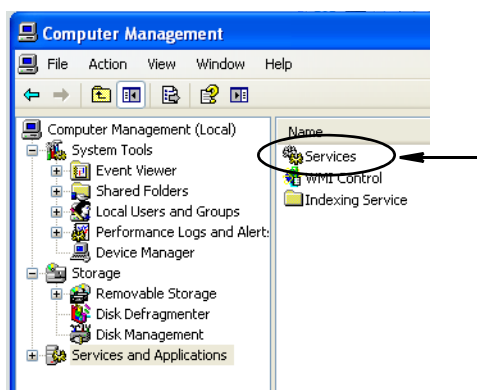

FIG. 55
c. Double-cliquez sur Services (FIG. 55).